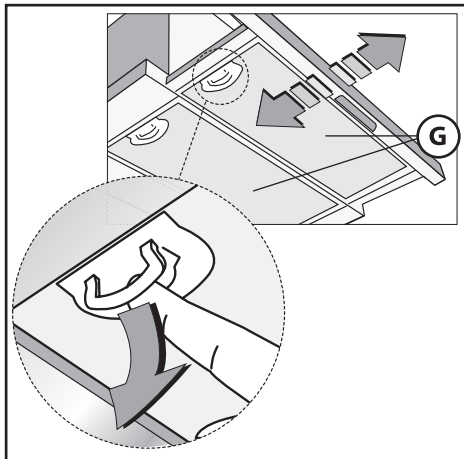

Рис. 4
- снимите жироулавливающие фильтры **G** (рис. 4);